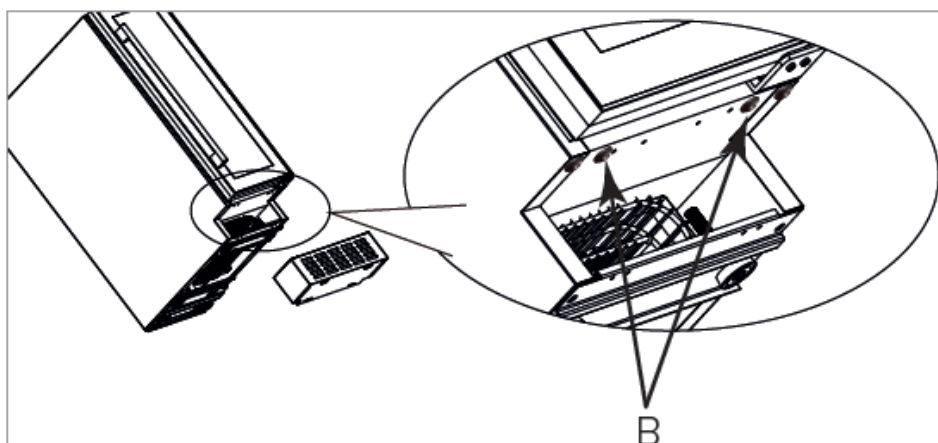

Fig. 15
5. Falls vorhanden, entfernen Sie die Schrauben, die durch Pfeile gekennzeichnet und in Abb. 15 mit "B" gekennzeichnet sind. Diese Schrauben sind nicht notwendig.